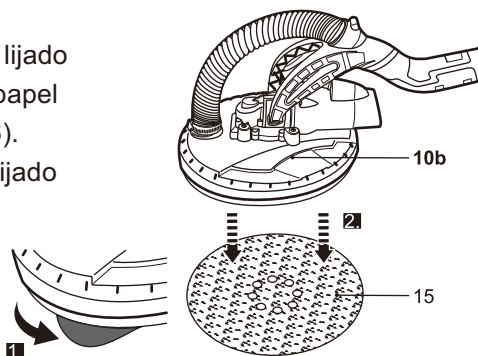

Fig. 6
- > Sujete el borde de la hoja de papel de lijado (15) y tire de él para retirar la hoja de papel de lijado de la placa base (10b) (Fig. 6).